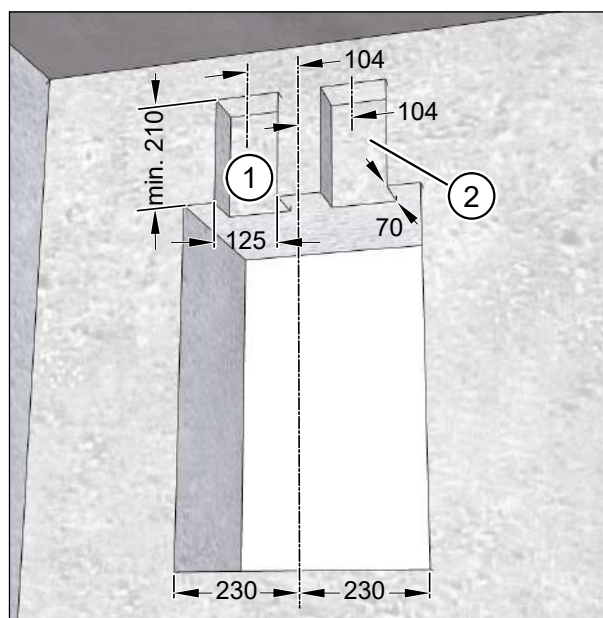

Fig. 11: Fresatura degli incavi nei muri per allacciamenti dei canali piatti, misure in millimetri
- ▶ Con la scanalatrice per muri fresare due incavi per il canale dell'aria estratta (pos. 1 nella Fig. 11) e per il canale dell'aria inserita (pos. 2 nella Fig. 11) con larghezza 125 mm, profondità 70 mm e altezza di almeno 210 mm (vedere Fig. 11).